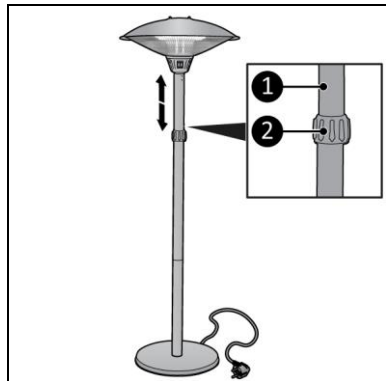

Abbildung 9
Beachten Sie den Mindestabstand beim Einstellen der Höhe (Bild 9).
2. Lösen Sie den Einstellknopf (Abbildung 9, Pos. 2) und bringen Sie das verstellbare Rohr (Abbildung 9, Pos. 1) auf die gewünschte Höhe.